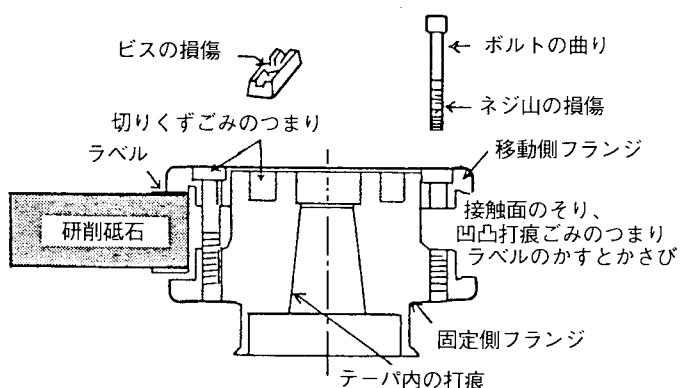

図1-7
(2) フランジの点検をする。
① 図1-7にしたがって、取付けボルトのピッヂ、ボルト穴、フランジの接触面、バランス溝およびテーパ穴などに異常がないかを確認する。